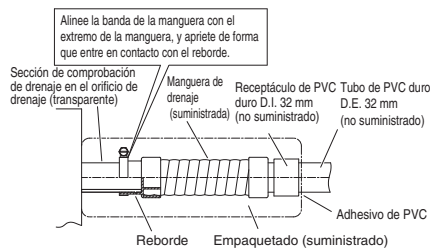

Fig. 3-24
Al realizarlo, deje un espacio intermedio entre el zócalo de drenaje y el tubo de PVC para permitir que se compruebe el drenaje. El orificio de drenaje transparente de la unidad le permitirá comprobar el drenaje. (Fig. 3-24)
- Inserte el tubo de drenaje hasta que entre en contacto con el receptáculo, tal y como se muestra en la Fig. 3-24, y fíjelo con seguridad con la banda de mangueras.
- Apriete las abrazaderas de la manguera de forma que sus tuercas de bloqueo miren hacia arriba. (Fig. 3-24)